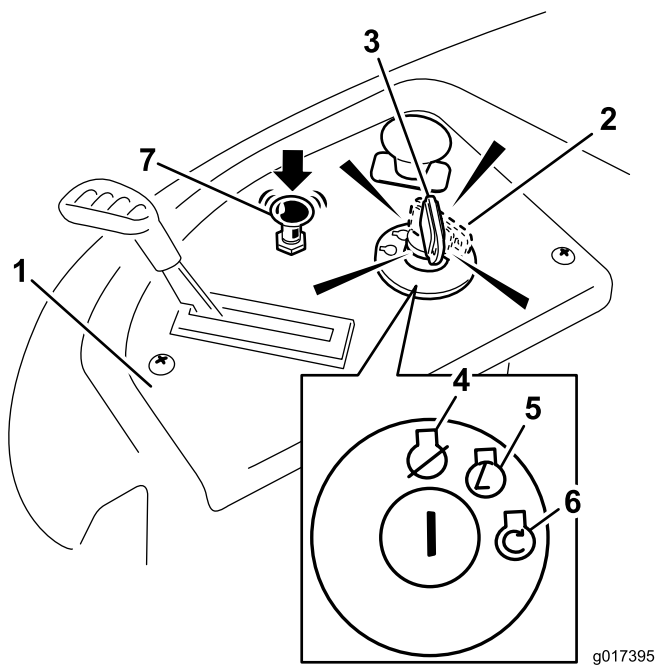

Figure 13
4. Tournez la clé de contact en position de démarrage pour activer le démarreur. Relâchez la clé quand le moteur démarre (Figure 13).
5. Lorsque le moteur démarre, appuyez sur la commande de starter (Figure 13). Si le moteur cale ou hésite, tirez la commande de starter et faites tourner le moteur quelques secondes. Appuyez ensuite sur la commande de starter. Répétez l'opération si nécessaire.
3. Tournez la clé de contact à la position contact coupé (Figure 13) et enlevez-la.